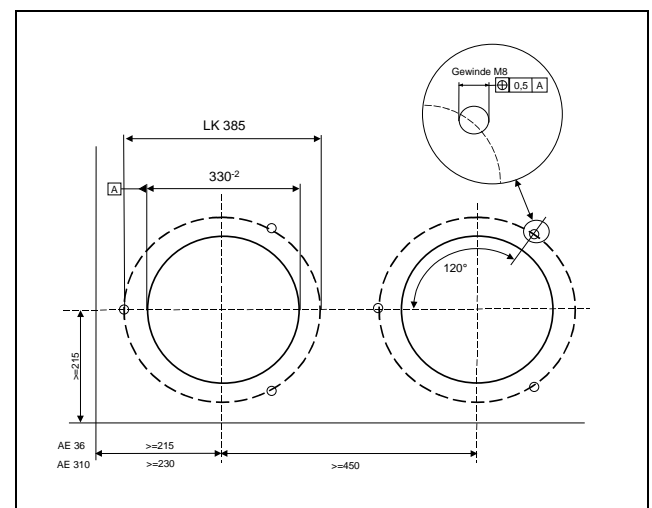

Abb. 11: Filterplatte AE 36 und AE 310
- Drei Befestigungsschrauben (z.B. M8 x 40) senkrecht (siehe Abbildung 11) zur Filterplatte staubdicht einschweißen.